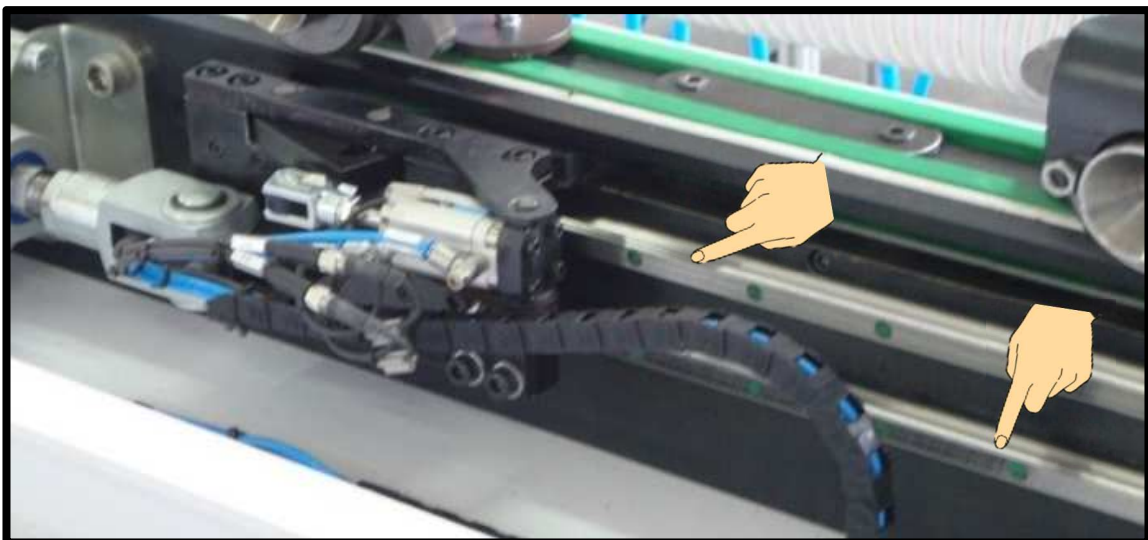

Figura 40 – Guiar Linear (Exemplo típico)
- Lubrificar mensalmente com graxa **NSK LUB** diretamente no local de atrito as guias lineares (**Figura 40**);